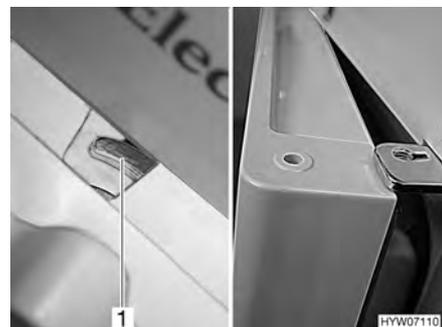

Fig. 194 Porte du réfrigérateur en position de ventilation (Dometic Série 7)
- Pousser le dispositif de verrouillage complètement vers la droite. La porte du réfrigérateur est fixée à l'aide de l'arrêt de porte (Fig. 194,1). La porte du réfrigérateur reste ainsi légèrement ouverte (Fig. 194).